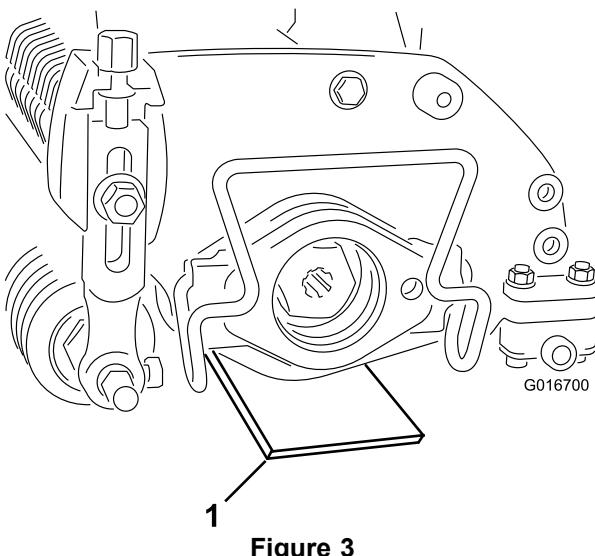

Figure 3
2. Placez un gabarit, qui a la hauteur de lame voulue au-dessus du sol, sous chaque extrémité du défeutreur (Figure 3).